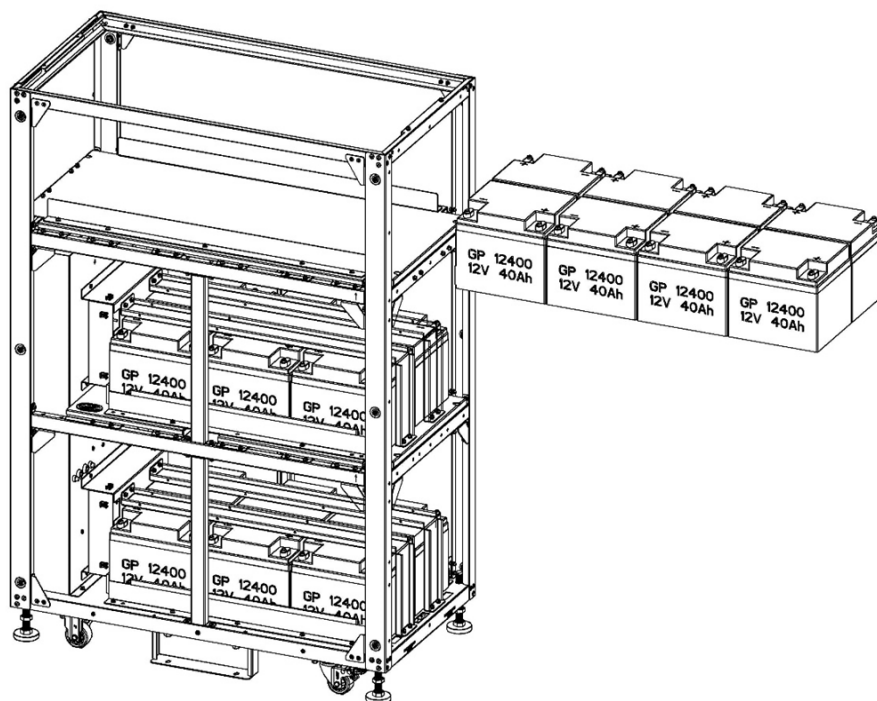

Figura 5-38
7. Vuelva a instalar los soportes y tornillos de sujeción de la batería de la capa 2 (Figura 5-38).
8. Instale 8 módulos de baterías en la capa 3 (Figura 5-38).